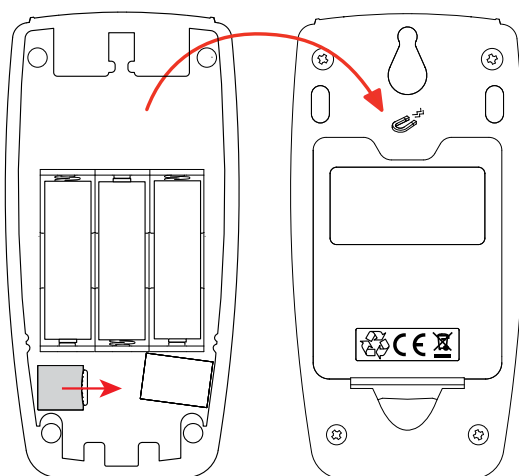

Figure 42
- Ouvrez l'appareil et posez le fond à côté (voir Figure 42).
- Poussez le logement de la carte micro-SD vers la droite pour le déverrouiller (voir Figure 42).